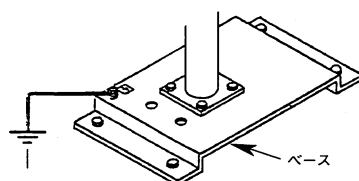

図2-4 ベースの接地
- (3) ベースを接地して下さい。(第3種接地, 図2-4参照)